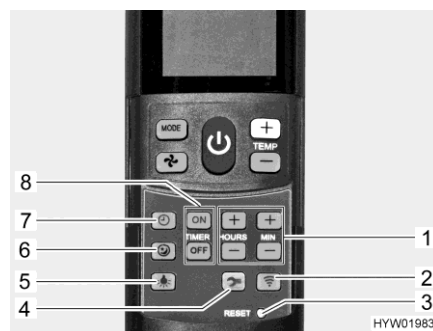

Bild 188 Fjärrstyrning med inställningsknappar (klimatanläggning)
- Tryck på knappen för tyst körning (Bild 188,6). I kyl drift går fläkten med ett lägre varvtal och blir då mycket tystare.
- Tryck på knappen för klocka (Bild 188,7).
- Ställ in timme och minuter med knapparna (Bild 188,1).
- Tryck ner knapp "ON" (Bild 188,8).
- Tryck på knapparna för tidsinställning (Bild 188,1) tills önskat tidsintervall fram till start nås.
- Tryck ner knapp "OFF" (Bild 188,8).
- Tryck på knapparna för tidsinställning (Bild 188,1) tills önskat tidsintervall fram till urkoppling nås.
- Tryck ned knappen "ON" eller "OFF" (Bild 188,8) en gång till.
- Tryck på knappen för belysning (Bild 188,5). Belysningen kopplas in med det senast använda dimningsnivån.
- Dimma belysningen:* ■ Tryck in knappen för belysning (Bild 188,5) och håll den intryckt tills önskad ljusstyrka uppnås.
- Slå av belysningen:* ■ Tryck på knappen för belysning (Bild 188,5).
- ▷ Setup knappen (Bild 188,4) har uppgiften att ansluta fjärrstyrningen med klimatanläggningen vid den första idrifttagningen.